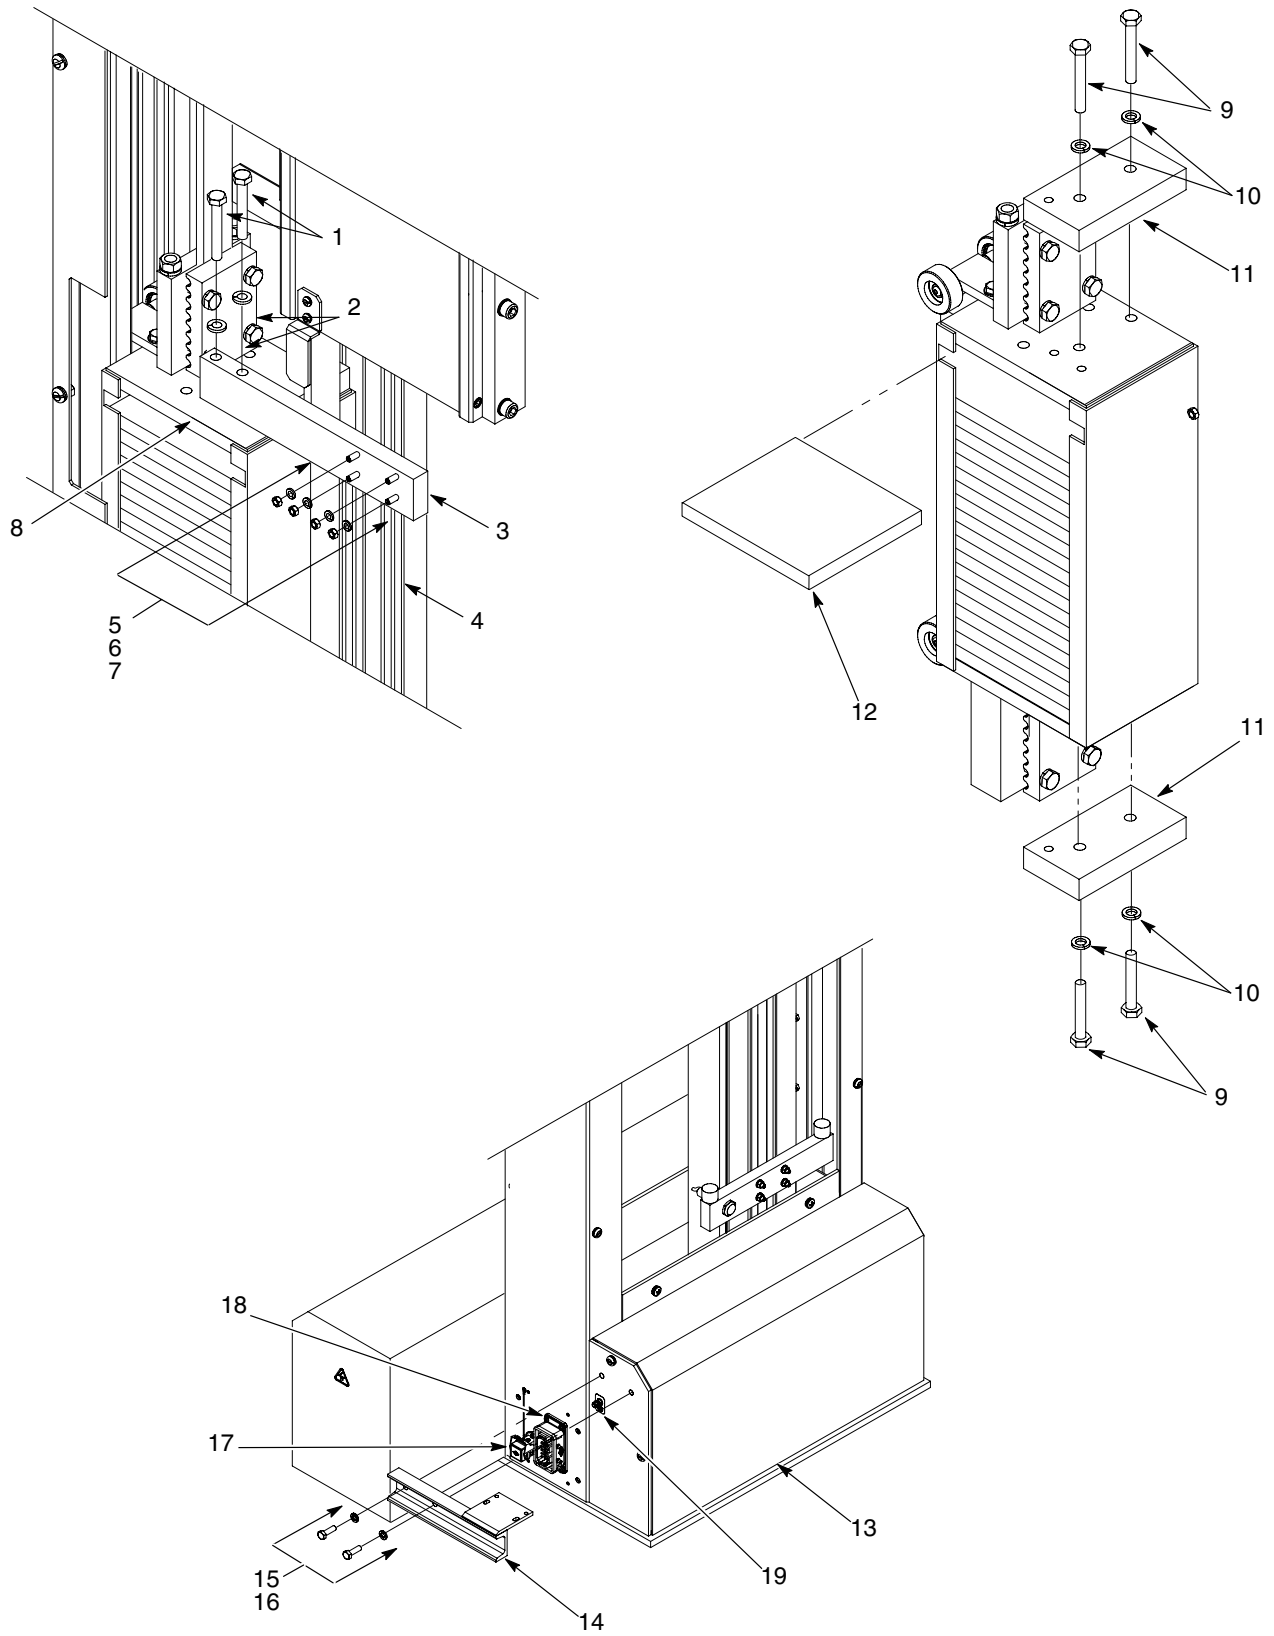

Figura 5 Instalarea componentelor cu care a fost livrată
1. A se vedea Figura 5. Demontați șuruburile (1) și șaibele de blocare (2) care fixează brațul de fixare a căruciorului (3) la coșul cu contragreutăți (8).
4. A se vedea Figura 5. Conectați cablul care leagă motorul de unitatea de comandă la conectorul motorului (17) amplasat pe partea din spate a mașinii cu piston.
5. Conectați cablul pentru senzor/interfață dispozitiv de codificare - controler la conectorul senzorului (18) amplasat pe partea din spate a mașinii cu piston.
6. Conectați cablul de legătură la pământ de la șasiul cabinei de spreiere la terminalul de împământare (19). Acest cablu de împământare poate de asemenea să fie legat la terminalul de împământare de bază al poziționerului intrare/ieșire.